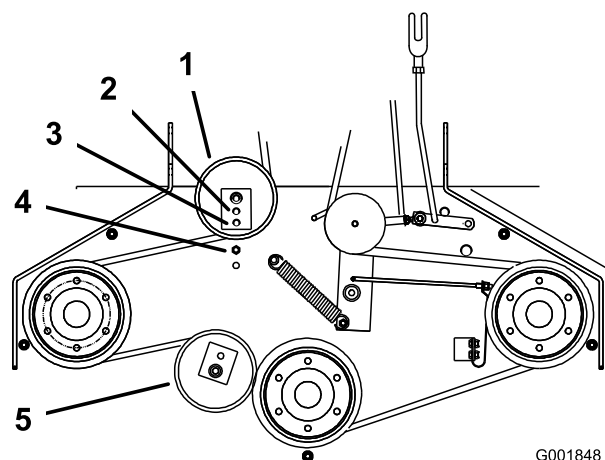

**Figure 44**
3. Desserrez le contre-écrou sur le tendeur (Figure 44).
4. Tournez le tendeur vers l'arrière de la tondeuse pour augmenter la tension sur la courroie. Tournez le tendeur vers l'avant de la tondeuse pour réduire la tension sur la courroie (Figure 44).